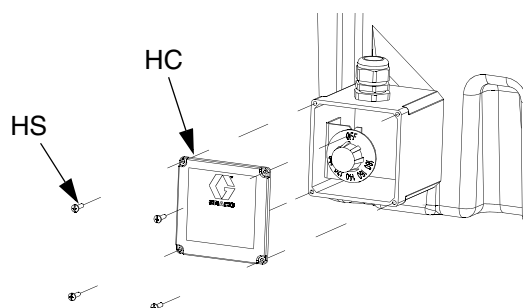

FIG. 13: Coperchio del riscaldatore a immersione
- Installare il coperchio del riscaldatore a immersione (HC) con le viti (HS). Vedere la FIG. 13.
- Aprire lo sportello della scatola di giunzione e rimuovere il tappo per inserire il filo appropriato del riscaldatore. Installare il bloccacavo della boccola (302). Infilare il cavo di potenza (303) attraverso il bloccacavo.